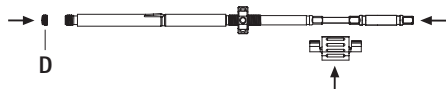

Abb. 12
- Schraubendreher in Innenhülse einführen, mit Abstandshalter sichern und Verriegelungsschraube **D** aufstecken, siehe Abb. 12.